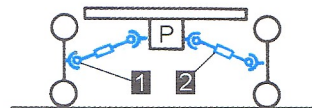

Figure 7.18 • Pont suspendu avant ou arrière.
- pont solidaire du châssis, pont suspendu (figure 7.18).
- ① Rotation sous angles variables.
- ② Liaison glissière.
• **Tout à l'arrière.** L'ensemble moteur-boîte-pont est nécessairement suspendu. La transmission doit permettre des débattements verticaux (voir la figure 7.18).